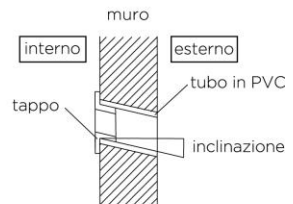

Figura 5
- Praticare i fori come mostrato nella Figura 5. Il foro, di 80 mm di diametro, deve scorrere leggermente verso il basso verso l'esterno.
- Tagliare i tubi in PVC con una leggera inclinazione nella lunghezza inferiore allo spessore della parete e inserirlo nel foro (Figura 5).